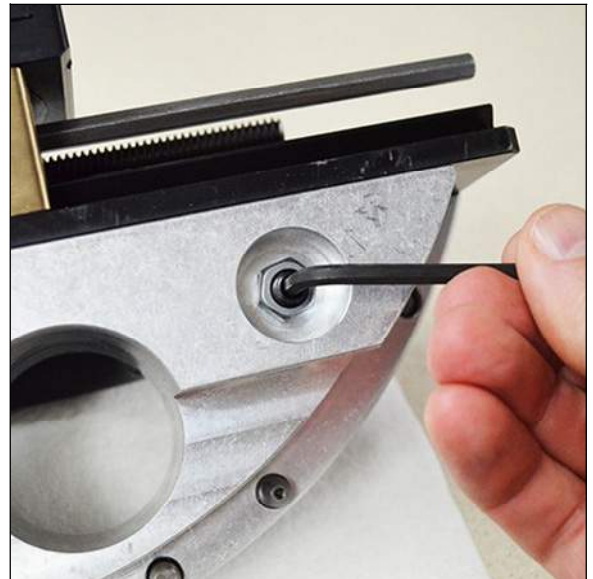

FIGURA 3-31. AFLOJE EL TORNILLO DE FIJACIÓN DEL PASADOR DESLIZANTE (SE MUESTRA ENFF1200)
2. Con un casquillo de 13 mm, afloje la contratuerca empotrada del tornillo de ajuste (Figura 3-31).